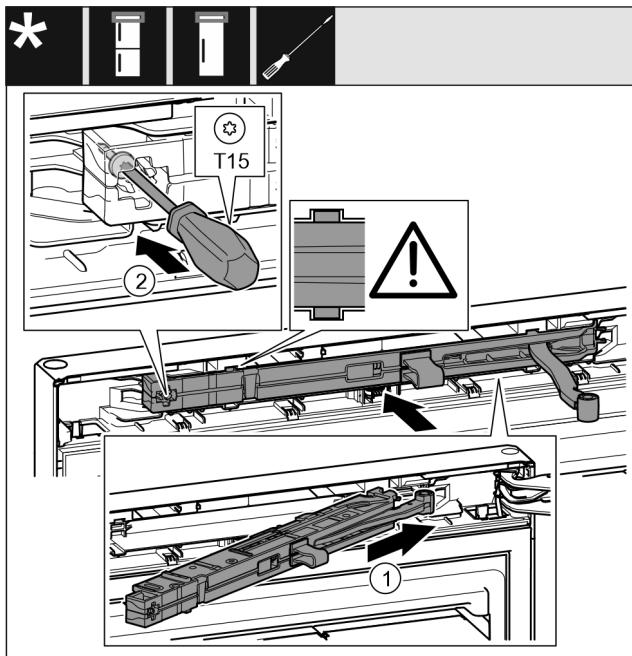

Fig. 29
- ▶ Вкарайте блока на затварящия демпфер Fig. 29 (1) от страната на лагерната стойка докрай под ъгъл в отвора.
- ▶ С отвертка затегнете винта Fig. 29 (2).